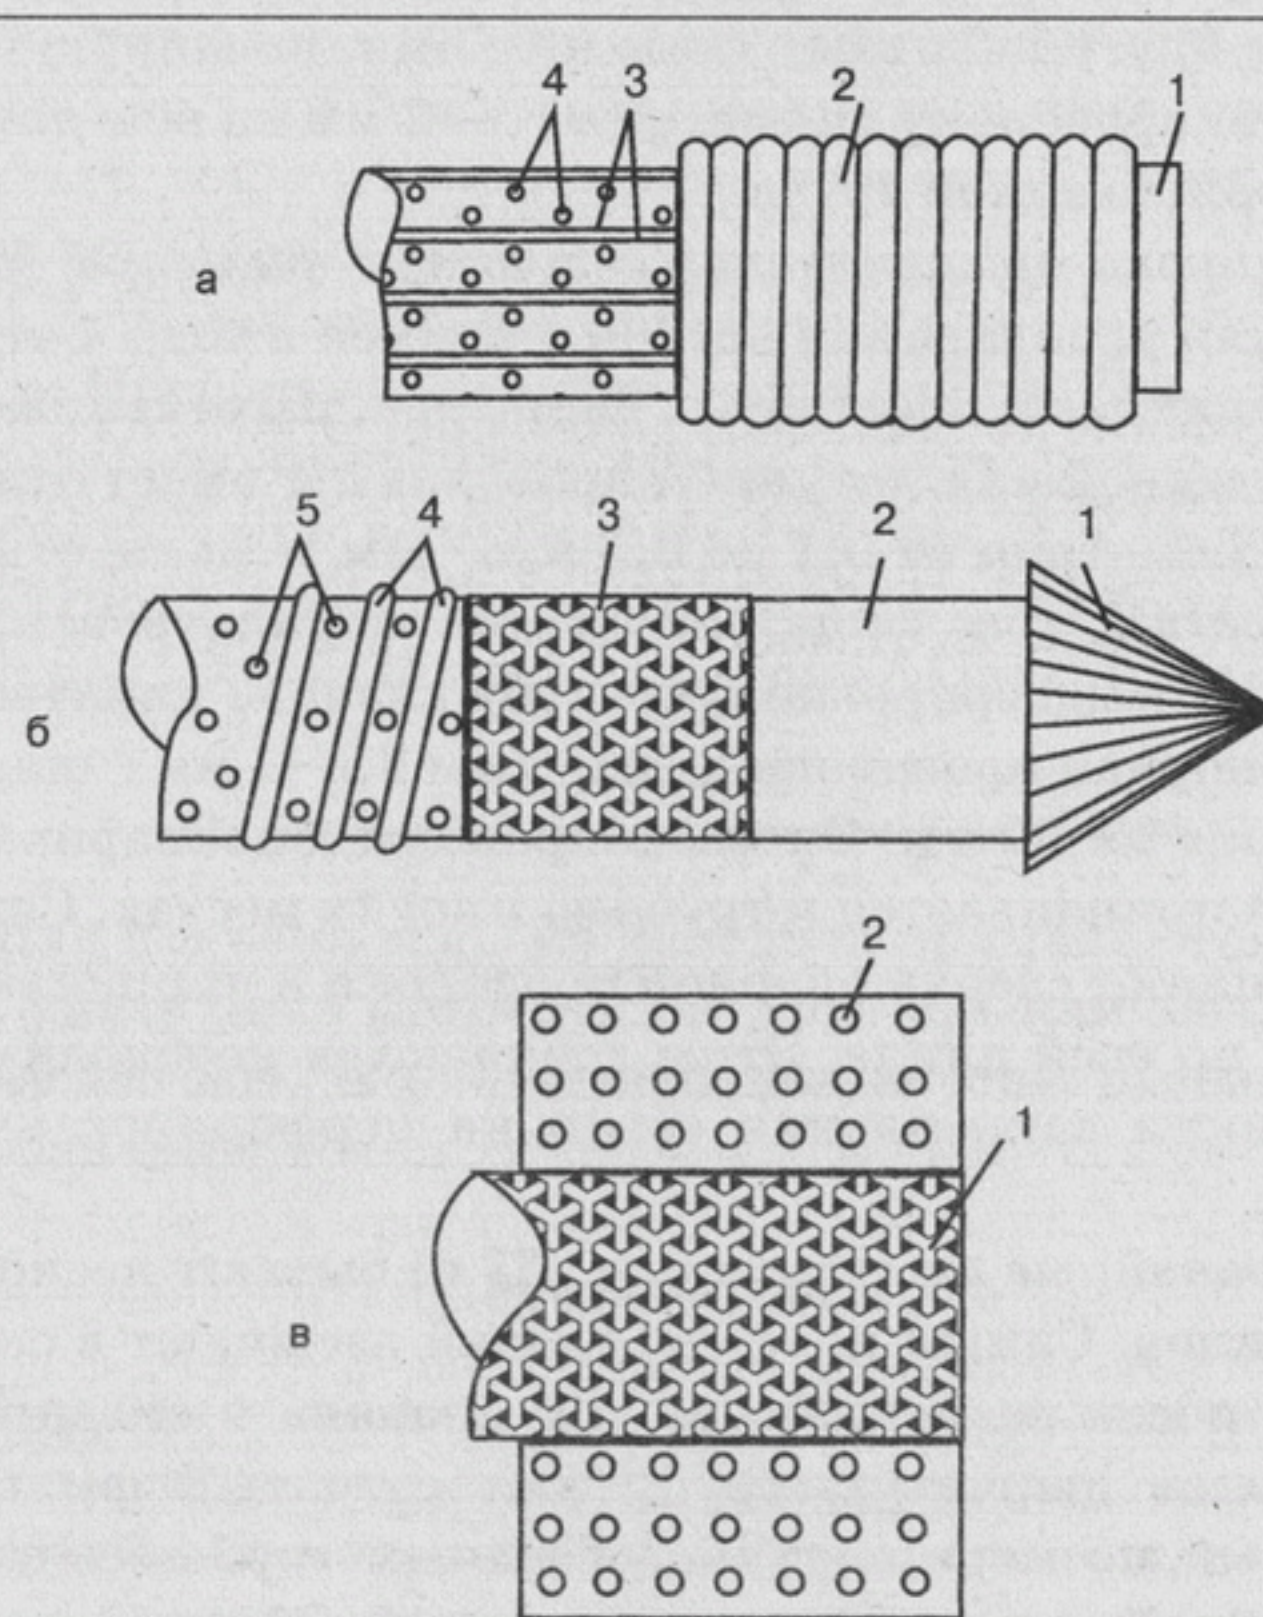

Рис. 37. Фильтры:
- для улучшения фильтрации перфорированные дырчатые или щелевые фильтры обматывают сверху проволокой (рис. 37 а). При этом на поверхности трубы по ее длине приваривают через 20–30 мм стальную проволоку диаметром 3–4 мм. Затем вплотную друг к другу навивают стальную оцинкованную или медную проволоку диаметром 1,5–2 мм на всю длину перфорированной трубы;
- широко применяются сетчатые фильтры (рис. 37 б) для улавливания песков и взвесей в воде. Сетка, применяемая для сетчатых фильтров, изготавливается из медной или латунной проволоки и имеет отверстия диаметром от 0,1 до 0,5 мм. Чем меньше отверстия сетки, тем чище получается отфильтрованная вода. На перфорированную трубу вначале наматывается опорная проволока диаметром 2,5–3 мм с шагом навивки 15–30 мм. Опорная проволока приваривается или припаивается к трубе во многих местах. Сетку закрепляют сверху опорной проволоки и припаивают к ней по всей длине. Этим добиваются необходимой прочности закрепления сетки на перфорированной трубе;
- гравийные фильтры (рис. 37 в) бывают нескольких типов. Самый простой: гравий засыпают в скважину после ее устройства. Но сначала в скважину опускают дырчатую трубу или сетчатый фильтр, который по мере подъема обсадных труб обсыпают гравием. Его зерна должны быть в 10–20 раз крупнее диаметра песчинок водоносного слоя. Фильтр закрепляют на конце водоподъемной трубы и опускают в заранее пробуренную и предварительно очищенную скважину. Опустив фильтр, его обнажают, поднимая обсадные трубы на высоту фильтра.